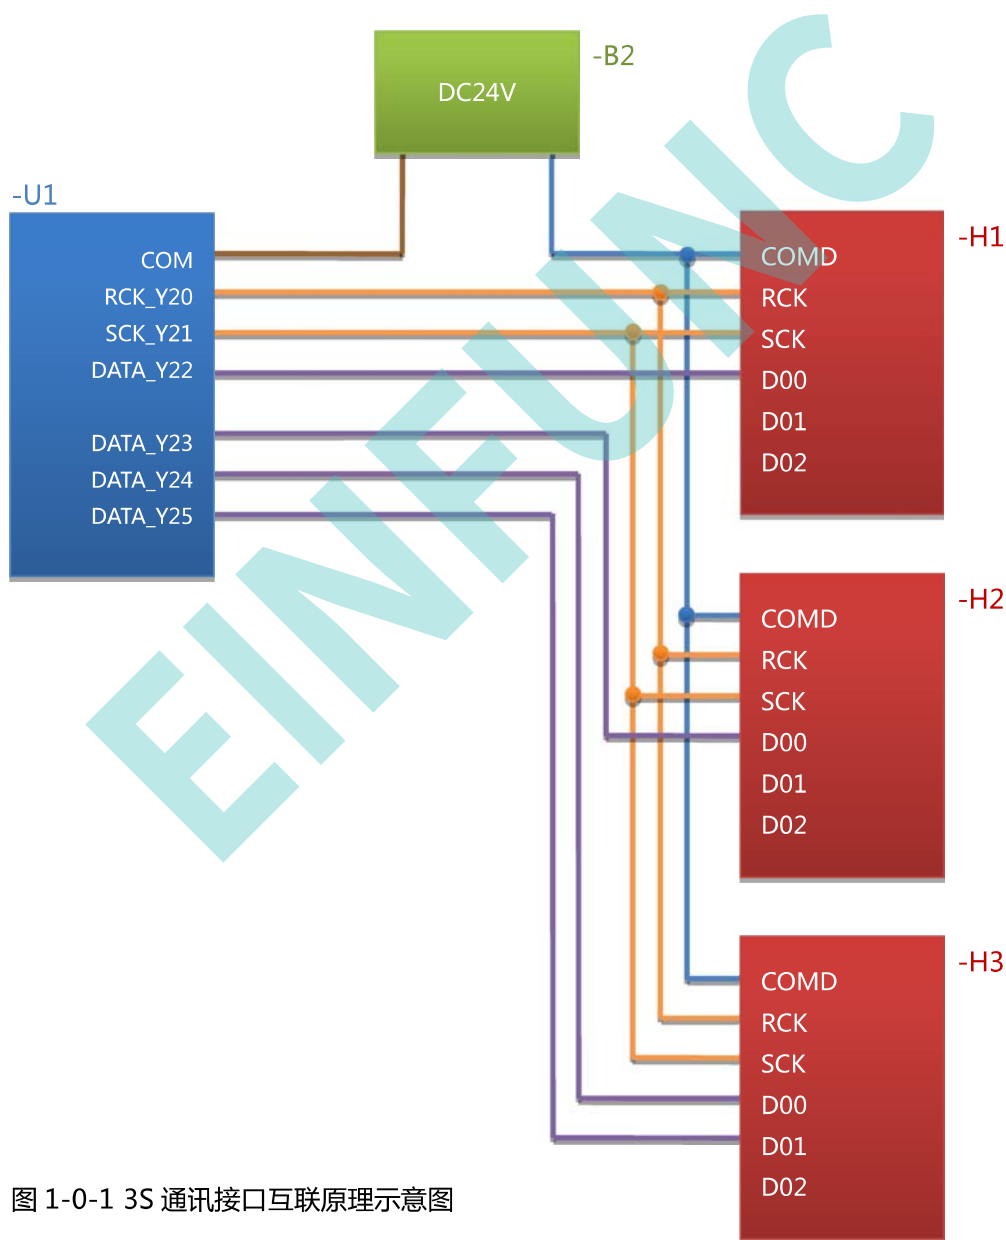

图 1-0-1 3S 通讯接口互联原理示意图
3S 通讯技术是指将 PLC 程序中任意指定的操作数如定时器、计数器、内部变量数据和常量数据,通过 PLC 直流固态输出点组成的 3S 通讯接口串行传送至带有 3S 通讯接口的外部设备上,使这些设备对接收到的数据进行进一步的处理,如图 1-0-1 所示。这项技术由任志兵于 1995 年发明研制,在当年申请并实施了实用新型专利:ZL95226265.7。在图 1-0-1 中:
任选 PLC-U1 三个晶体管输出点作为最基本的 3S 通讯接口,如图 1-0-1 中所示的 Y20、Y21 和 Y22 点:
在最基本的连接基础上只需增加数据输出口 Y23、Y24、Y25.....,各个数据通道在时钟的驱动下同时向外部设备的数据输入端 D00、D01、D02.....传送数据,每个通道每帧传送一个字 (16Bits) 的数据码。这样能够保证传送速度不变。如图 1-0-1 中, -H3 外设需要接收双整数数据 (32Bits), PLC-U1 需要两个数据输出口,一个传送双整数的低字,另一个传送双整数的高字。
- ❖ 3S 通讯线路电源就是图 1-0-1 中的-B2 电源，DC24V。它与各设备的 COM/COMD 的连接方向取决于 PLC-U1 的 DO 晶体管/场效应管的有效电流方向：